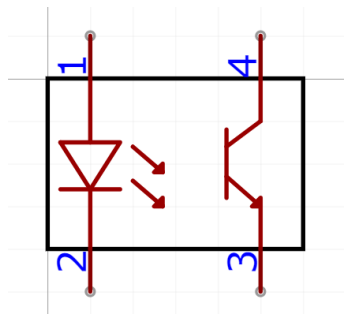

图 C-1
(1) 自制红外传感器符号,命名“TCRT5000”引脚及尺寸大小(栅格大小为 10)如图 C-1 所示。
2. 根据赛场提供的医院病房监护系统电路图（附图 C-1），完成方框内电路图的绘制；另外，除红外传感器和集成 uA741 元件，必须自制元器件，其他元件均采用赛场提供的元器件库的元器件（OP07 元件直接和 uA741 共用）。